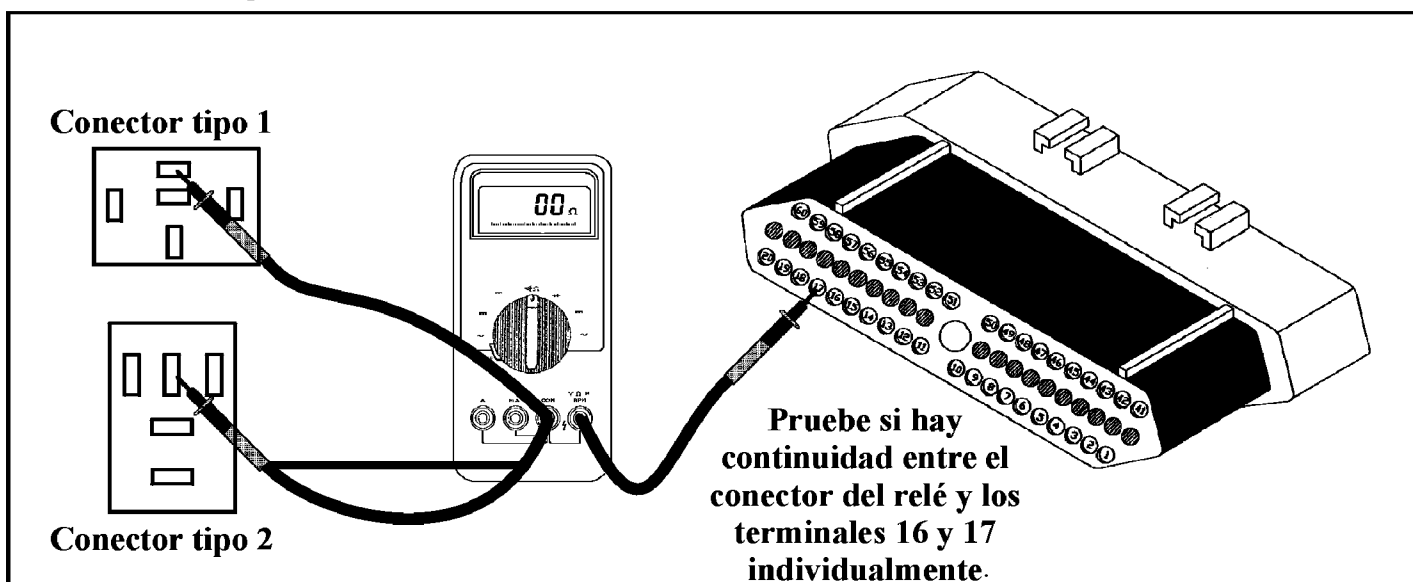

Figura 18
- Pruebe si hay continuidad entre el conector del relé y los terminales 16 y 17 en el conector del TCM como se ve en la figura 18. Si un abierto es observado, repare la avería en el alambre que le dio la lectura de abierto. Si se observa continuidad, vaya al proximo paso.